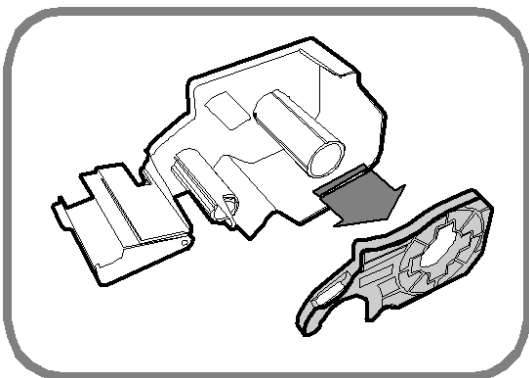

Рисунок 1.12 – Снятие прижимного механизма и фиксатора ленты
3. Снимите с картриджа прижимной механизм ленты и фиксатор ленты на приёмной катушке (см. рисунок 1.12).